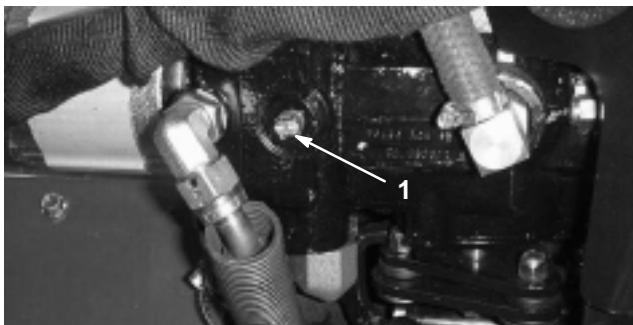

Bild 36
- Suchen Sie das Sicherheitsventil an der Pumpe (Bild 36) und drehen Sie es um 90° (der Sicherheitsventilhebel sollte in geöffneter Stellung horizontal sein).